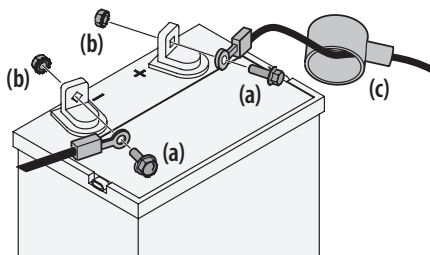

Figure 12
1. Le cas échéant, retirez le cache en plastique de la borne positive de la batterie. Branchez le connecteur rouge sur la borne positive de la batterie (+) à l'aide du boulon (a) et de l'écrou hexagonal (b). Consultez la Figure 12.
2. Le cas échéant, retirez le cache en plastique de la borne négative de la batterie, puis branchez le câble noir la borne négative de la batterie (-) à l'aide du boulon (a) et de l'écrou hexagonal (b). Consultez la Figure 12.
3. Déposez la protection en caoutchouc rouge (c) sur la borne positive de la batterie pour la protéger contre la corrosion. Consultez la Figure 12.